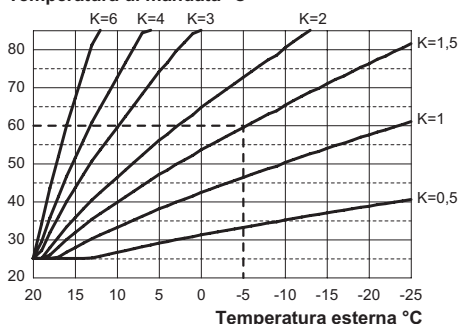

Figura 5.33
Se alla caldaia **È COLLEGATO** il comando remoto (opzionale) riferirsi alla Figura 5.33. In questo caso il settaggio del coefficiente K deve essere fatto da remoto.
Quando si installa la sonda esterna bisogna impostare questo parametro in base al rendimento dell'impianto di riscaldamento per ottimizzare la temperatura di mandata (Figura 5.33).
Es. Per avere una temperatura di mandata all'impianto di riscaldamento di 60°C con una esterna di -5°C si deve settare un K di 1,5 (linea tratteggiata in Figura 5.33).
- Utilizzando i tasti 12 o 13 è possibile modificare il valore del parametro 15 da un minimo di **01** ad un massimo di **60** in base alla curva scelta del coefficiente K in Figura 5.33 (il valore letto sul display corrisponde a valori decimali di coefficienti K).